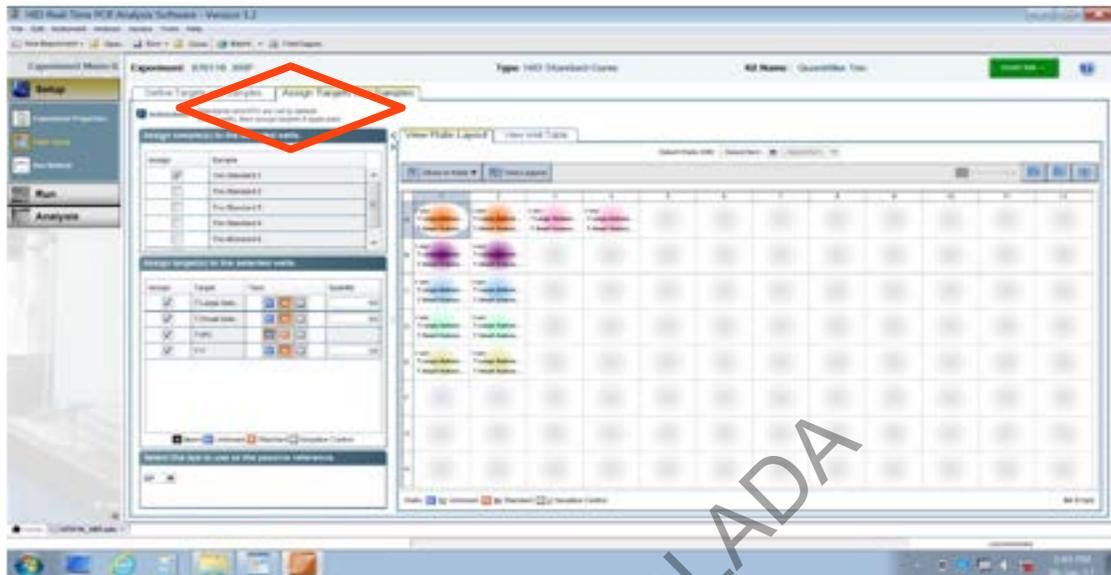

Figura 11. Esquema de configuración y opciones para asignar los datos en los pocillos
7.2.15 Seleccione **Assign Targets and Samples** en la parte superior derecha de la ventana, se desplegará del lado derecho un esquema de la Microplaca de 96 pocillos y del lado superior izquierdo un listado con cajas para ir dando *check*. Ver figura 11.